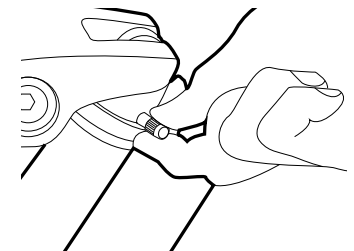

Figure 23. Maniement du bouchon de valve
- Dévissez le bouchon de valve pour accéder à la valve de l'amortisseur permettant d'ajuster sa pression d'air comme sur la Figure 23.